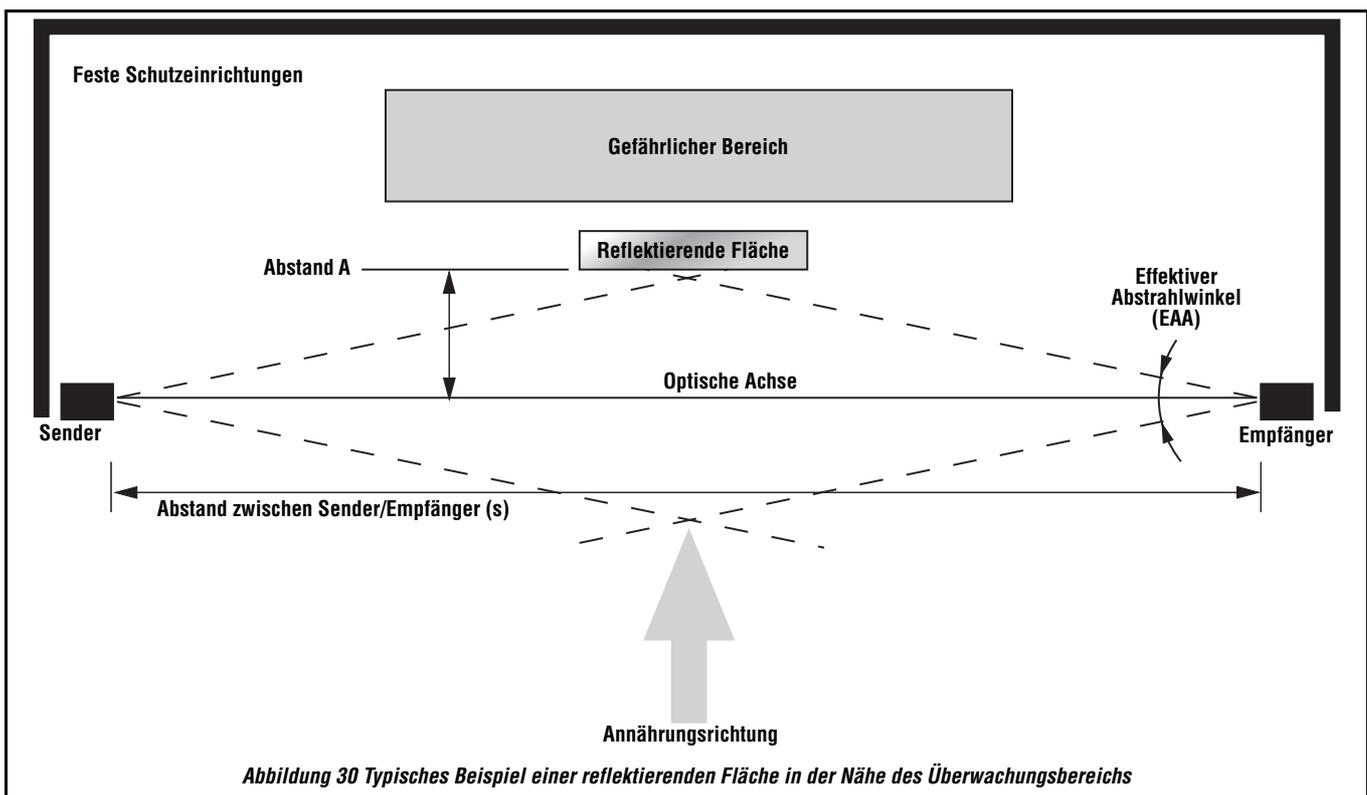

Abbildung 30 Typisches Beispiel einer reflektierenden Fläche in der Nähe des Überwachungsbereichs
Für Abstände von 0,2 m bis 3,0 m beträgt der mittlere Arbeitsabstand (A) 135 mm (siehe Abbildung 30 auf Seite 32).
Für Abstände über 3 m wird der mittlere Arbeitsabstand A mit einer einfachen Formel vom Abstand (S) zwischen Sender und Empfänger und vom effektiven Abstrahlwinkel des MINI-SCREEN-SYSTEMS abgeleitet (Typ 4) (siehe Abbildung 30 auf Seite 32). Verwenden Sie zur Berechnung des mittleren Arbeitsabstands folgende Formel: